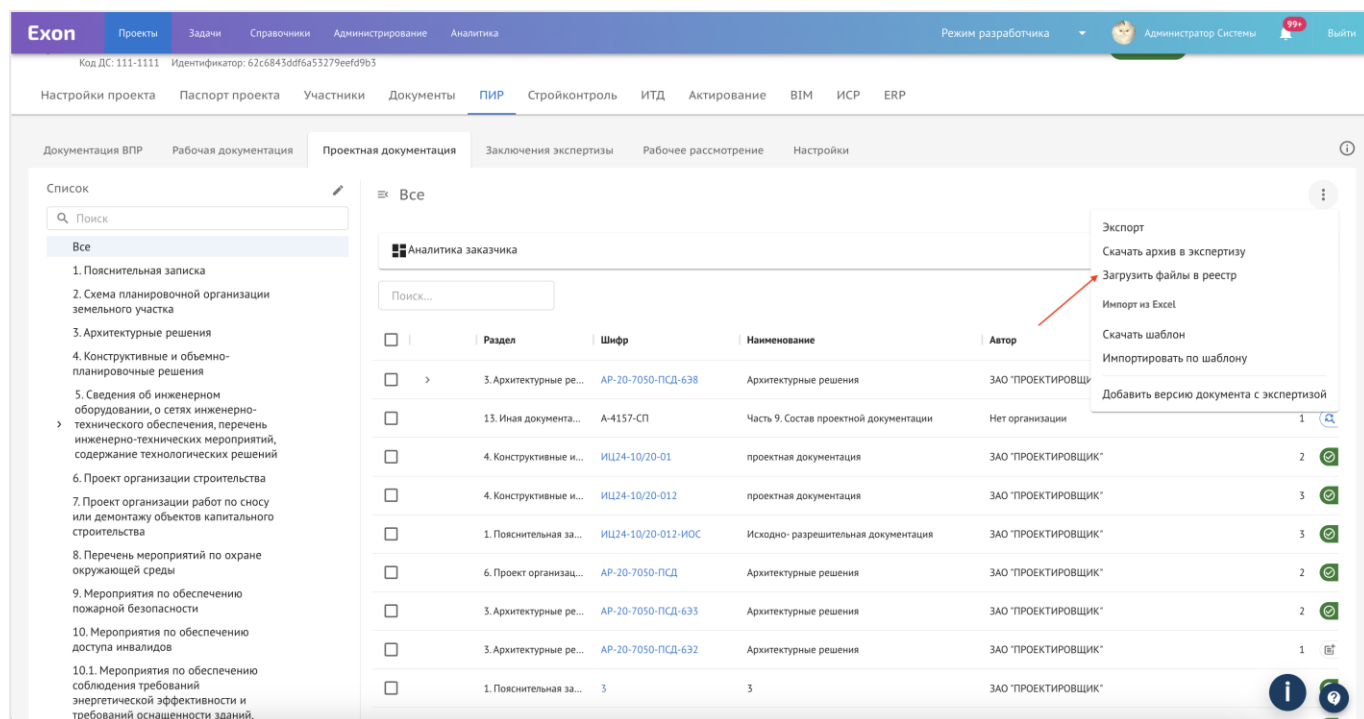

Рис. 66 - Загрузка файлов в реестр
8. Последний шаг – это загрузка файлов в реестр в формате ZIP (рис. 66). Обратите внимание, что файлы PDF, объединенные в ZIP, должны называться в соответствии с шифром ПД, указанным в шаблоне массовой загрузки.